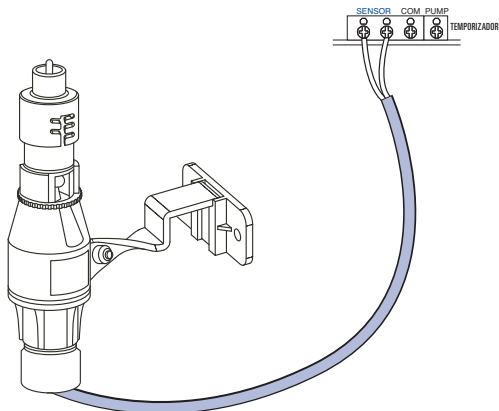

Figura A1: Conexión de un sensor de lluvia
- Conecte los cables del sensor de lluvia a los puertos de las terminales para cableado (de color beige) denominados "Sensor". [Ver Figura A1]